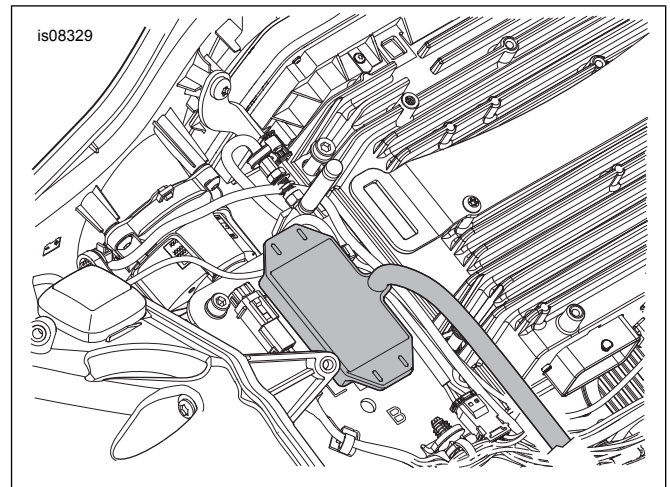

Figure 14. Pag-mount ng Transmitter (Mga 2015-2016 FLTR Touring na Modelo)
2. Tingnan ang Figure 14 . Tanggalin ang pamprotektang tape mula sa pandikit na likuran ng foam pad sa transmitter.